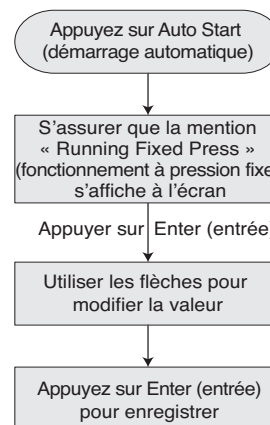

Figure 13 – Pompe en marche : modifier le point de réglage PSI
- ◆ Pendant le fonctionnement de la pompe : Suivre la séquence de pression des touches illustrée à la Figure 13 pour effectuer le changement souhaité. Ce paramètre permet de modifier le Setpoint (point de réglage) Internal (interne) ou External (externe), en fonction de celui qui est référencé au moment de la modification.